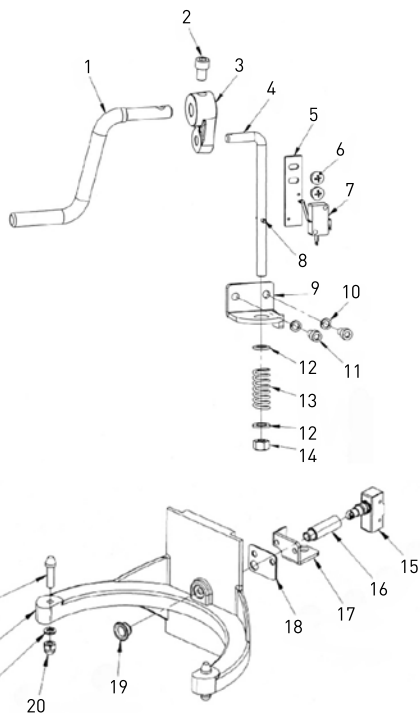

Figura 3: Ansamblul mașinii pentru ridicarea vasului
- Ansamblul de ridicare a vasului (Figura 3);
### Lista pieselor mașinii din Figura 3